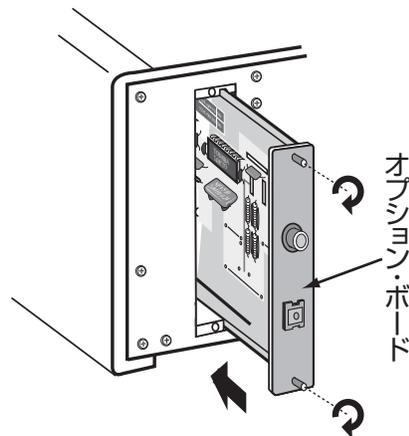

図2
- ❸ オプション用スロットの上下のガイドレールに沿って、オプション・ボードを挿入(図2参照)します。コネクタに当って止まったら、少し力を入れてコネクタを完全に差し込みます。(パネル面が同一になればOKです。)
- ❹ 上下のネジ2カ所で確実に固定します。